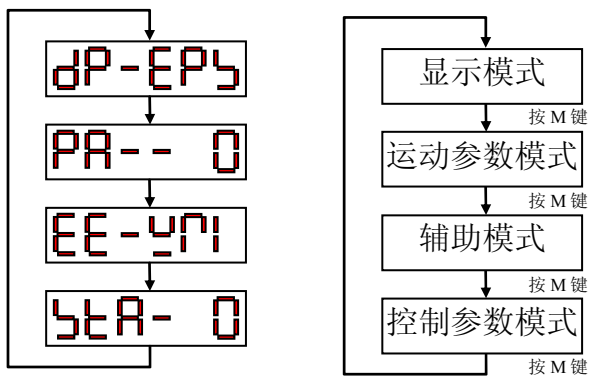

图 6.2 HSV-160 系列伺服驱动器主菜单
- 操作按多层操作菜单执行，第一层为主菜单，包括四种操作模式，第二层为各操作模式下的功能菜单。图 6.2 表示主菜单操作框图：